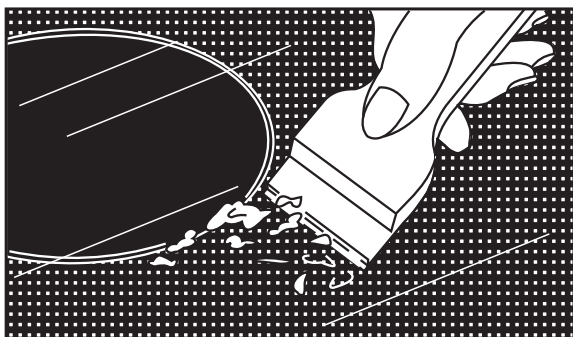

Рис. 22
- Если случайно изделие из алюминиевой фольги или пластмассы расплавится на поверхности стеклокерамического стола или к нему прикипит сахар – их следует немедленно удалить с помощью скребка, входящего в комплект плиты (рис.22).